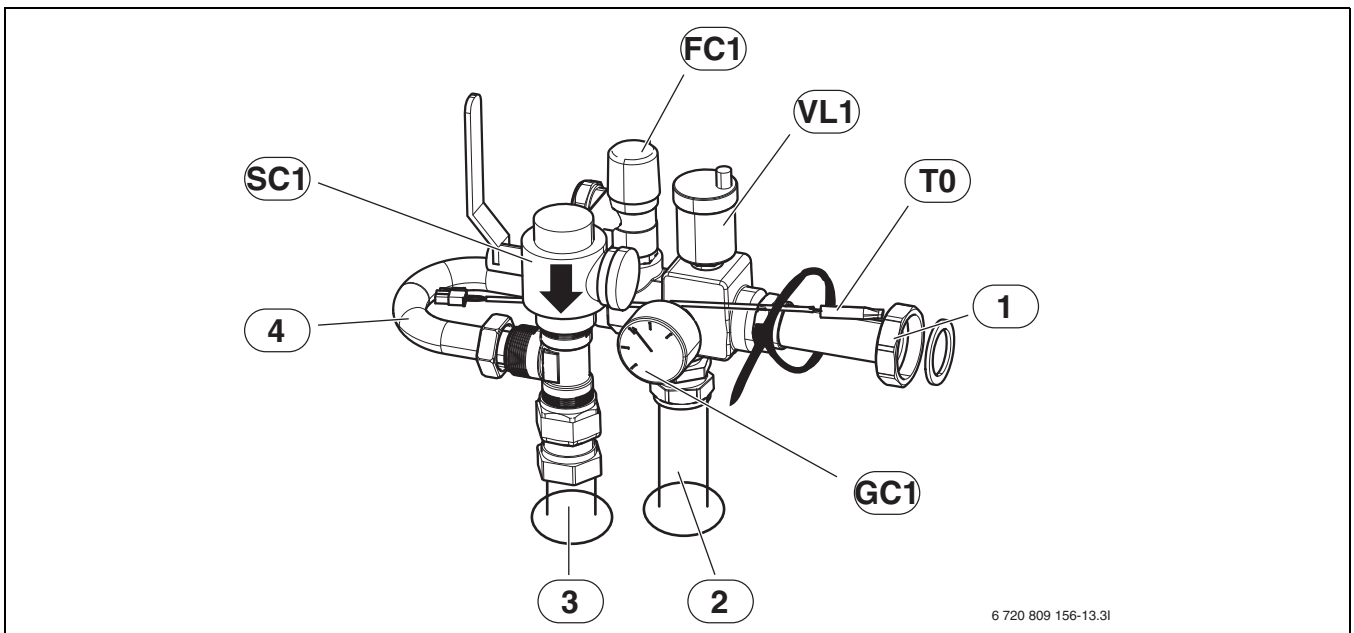

Fig. 11 Monteret sikkerhedsgruppe
- ▶ Først monteres partikelfiltret ([SC1], fig. 11) på T-stykket.
- ▶ Montér de øvrige komponenter, men spænd ikke bypass-forskruningen helt til ([4], fig. 11).
- ▶ Stik fremløbsføleren i rørets følerlomme ([T0], fig. 11) og fastgør med kabelbinder.
- ▶ Efterspænd bypass-forskruningerne ([4], fig. 11).